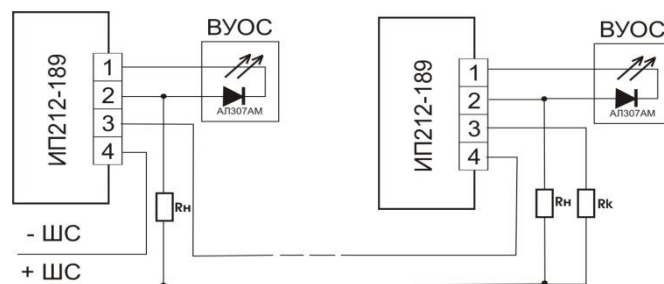

Рисунок 1
**Внимание потребителя!** Схема включения извещателей ИП212-189 в шлейф приведена на рис. 1
4.6 Контакты “1” и “2” клеммника можно использовать для подключения внешнего устройства оптической сигнализации (ВУОС), в соответствии с рис. 1.